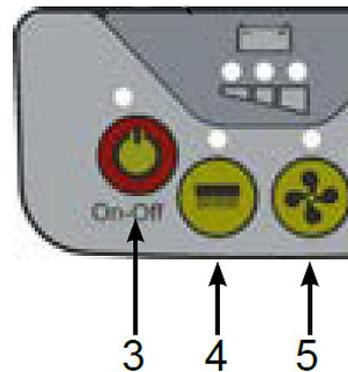

Abb. 29: Vorwaschen
- Schritt 1: Schalten Sie die Maschine ein (Pos.3, Abb.29).
- Schritt 2: Betätigen Sie den Bürstenschalter (Pos.4, Abb.29).
- Schritt 3: Betätigen Sie die Taste des Saugmotors (Pos.5, Abb.29) um die Absaugung auszuschalten.